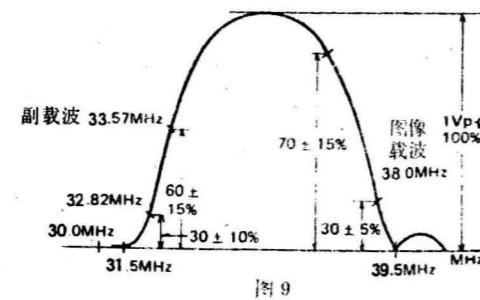

图 9
5. 调整 L 106 及调谐器混频线圈, 得到如图 9 所示的波形 (波形顶部的不平度应在 1 ~ 2dB 以内)。